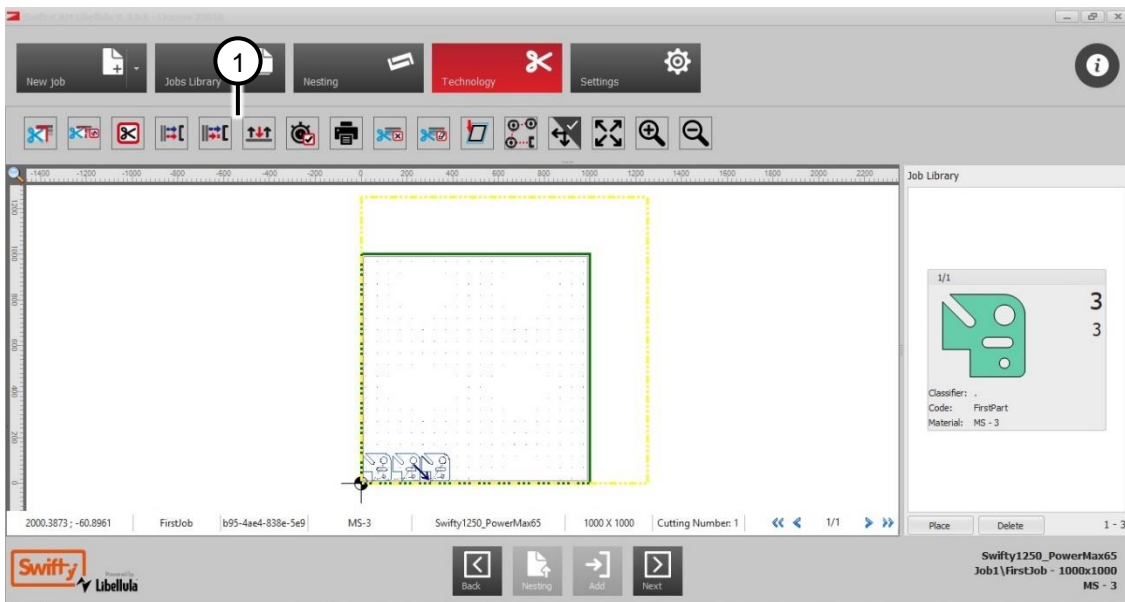

Fig. 56 Venster 'Technology'
2. Om een aanlooproute aan te passen klikt u op 'Modify Lead-in' (Fig. 56 (1)). U kunt de positie, het type en de lengte aanpassen.